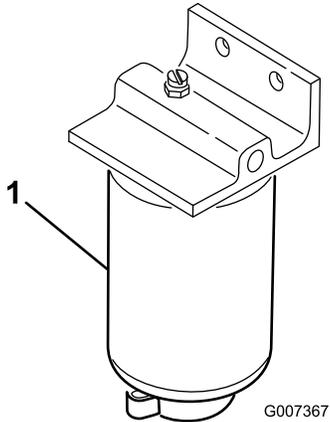

Figura 64
1. Coloque um recipiente limpo debaixo do filtro de combustível (Figura 64).